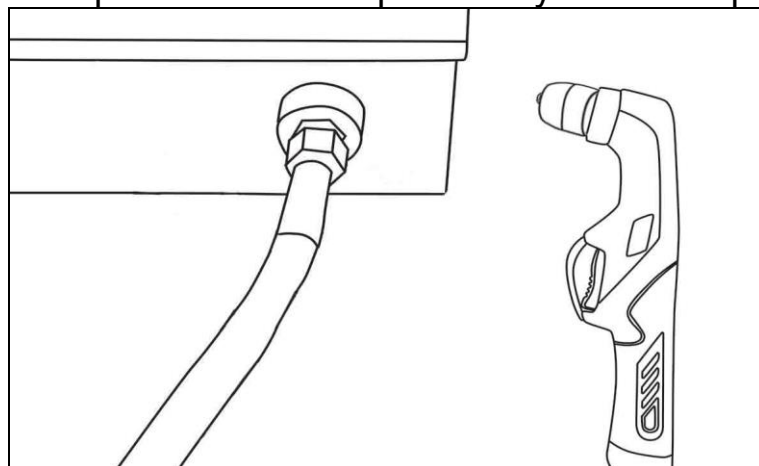

Рис. 4. Подключение разъема горелки (плазмоторна)
4. Подсоедините разъем плазмоторна как указано на рис.4 и 5